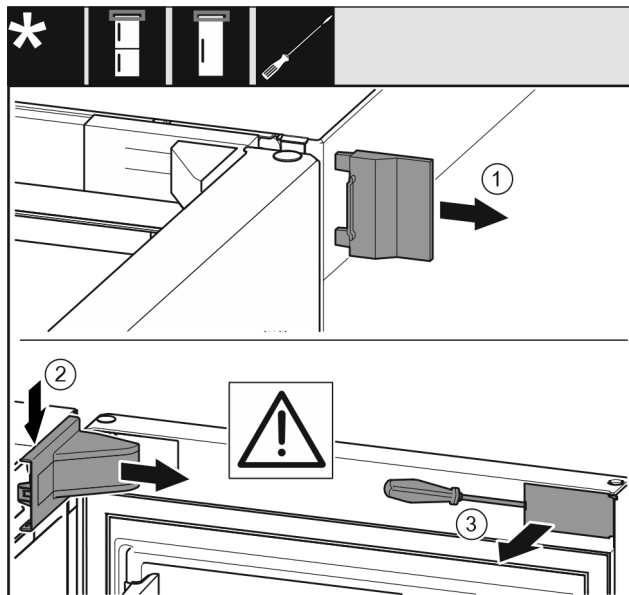

Fig. 12 *
- ▶ Sejměte vnější kryt Fig. 12 (1)*
- ▶ Kryt stojanu ložiska Fig. 12 (2) uvolněte ze západek a vyjměte.*
- ▶ Plochým šroubovákem vyjměte zásepku Fig. 12 (3) a otočte ji ke straně.*